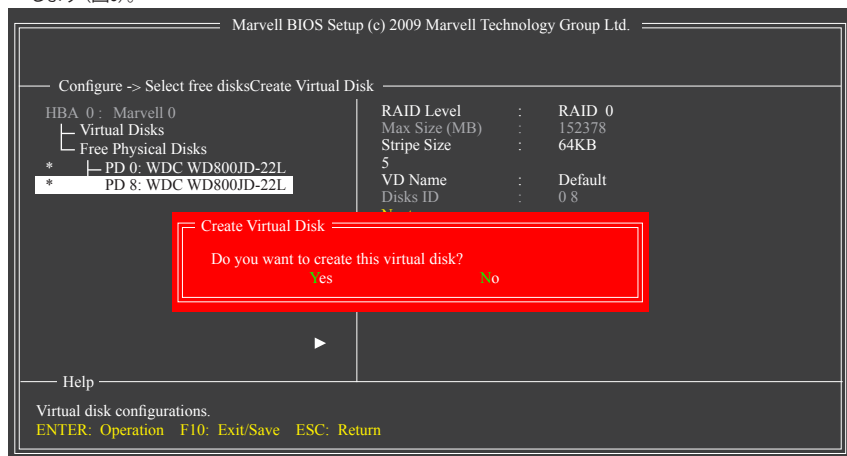

図 5
6. 次へ: 上の設定を完了した後、[次へ]に移動して<Enter>を押してアレイの作成を開始します。ボリュームの作成を確認するように求めるメッセージが表示されたら、<Y>を押して確認するか<N>を押してキャンセルします(図5)。